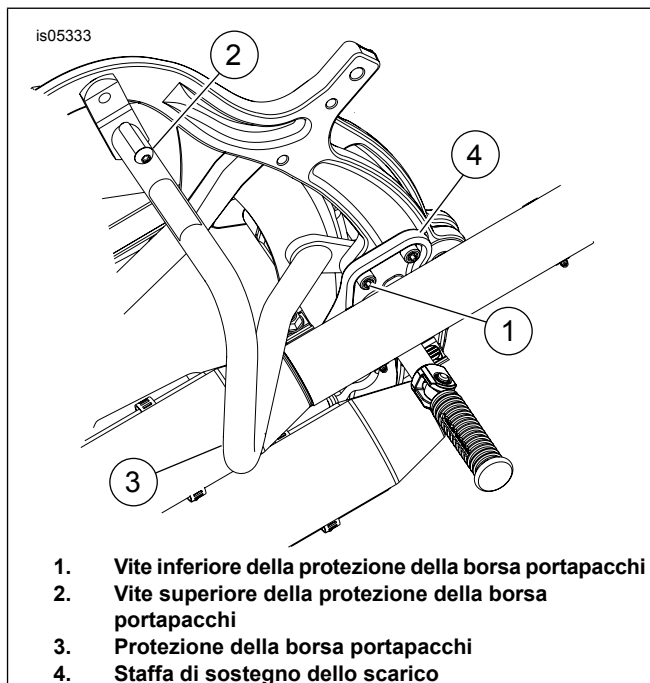
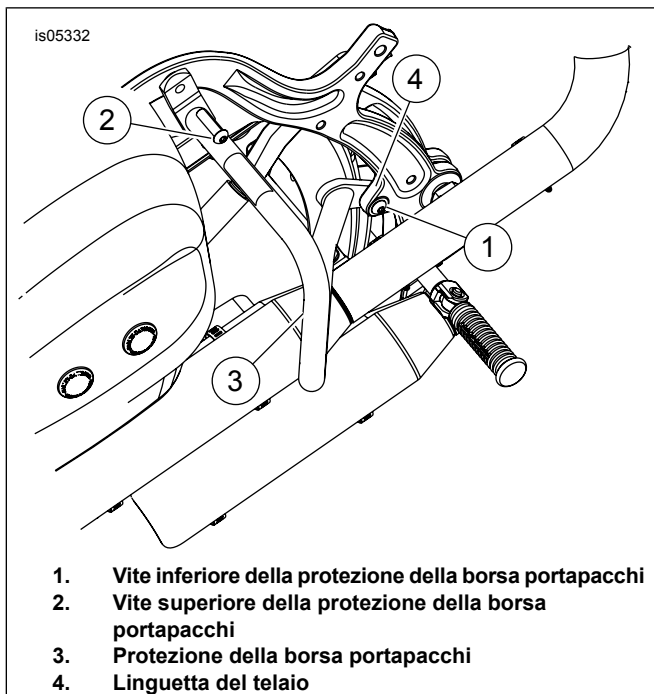

Figura 5. Installazione della protezione della borsa portapacchi - mostrato il lato destro (modelli 2005)
Figura 6. Installazione della protezione della borsa portapacchi – mostrato il lato destro (modelli 2007 ed anni successivi)
5. Vedere Figura 5. Spostare le marmitte quanto basta per accedere al bullone posteriore che fissa la staffa di montaggio dello scarico al telaio. Rimuovere il bullone (1) ed eliminarlo.
Sui modelli 2007 e anni successivi, la linguetta sul telaio (4) ha un tappo invece di un bullone (vedere Figura 6, elemento 1).
Vedere Figura 5 o Figura 6.